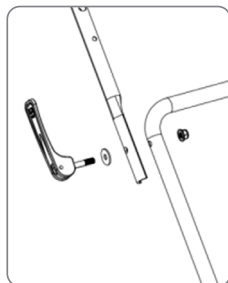

Fig. 2
2. Montez la partie supérieure du guidon sur la partie inférieure. Faites passer le boulon à verrouillage rapide à travers la rondelle plate Ø8, puis assemblez les parties supérieure et inférieure du guidon et serrez avec un écrou M8 (Fig. 2).